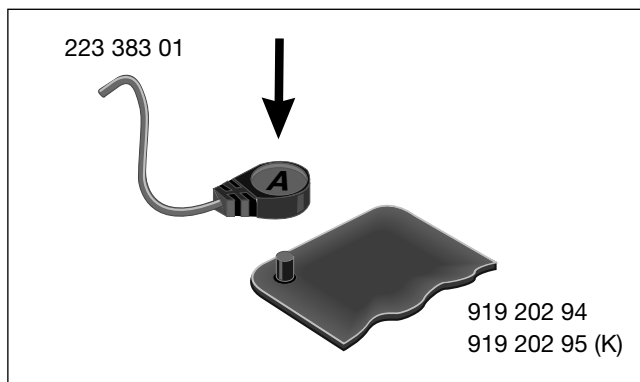

Bild 10-2. Anschließen der Verbindungsleitung
- \* Drücken Sie anschließend den Anschlußstecker der Verbindungsleitung 223 383 01 so auf den Elektrodenkontaktstift, daß er deutlich einrastet. Achten Sie auf die Steckerbeschriftung „A“ (APEX) und „S“ (STERNUM) (Bild 10-2).